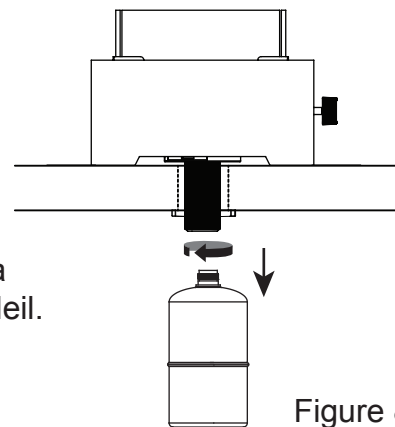

Figure 8
- (1). Tourner le bouton de contrôle à « OFF ».
- (2). Tourner la bonbonne dans le sens contraire des aiguilles d'une montre jusqu'à ce qu'elle se desserre. (voir Figure 8).
- (3). Enlever la bonbonne.
- (4). Entreposer la bonbonne à un endroit adéquat.
- (5). Placer le bouchon protecteur sur la bonbonne et entreposez-la à l'extérieur dans un endroit bien aéré, hors des rayons du soleil.